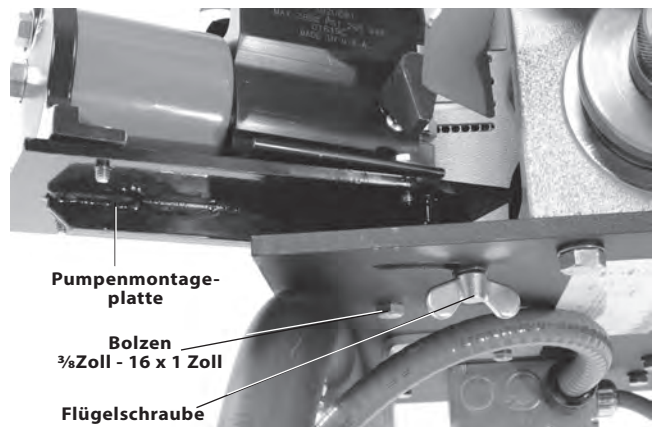

Abbildung 6 – Montage der Hydraulikpumpe
7. Setzen Sie die Pumpenmontageplatte über die Öffnung und den Schlitz auf der Schalterseite des 918-I. Führen Sie den Bolzen ($\frac{3}{8}$ Zoll – 16 x 1 Zoll) mit Unterlegscheibe in die Öffnung und drehen Sie ihn in die Pumpenmontageplatte ein (*Abbildung 6*).